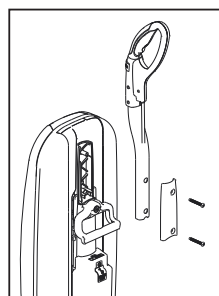

Fig. 2
2. Installez la poignée sur la partie arrière de l'aspirateur, en alignant les trous avec les tenons (Fig. 2).